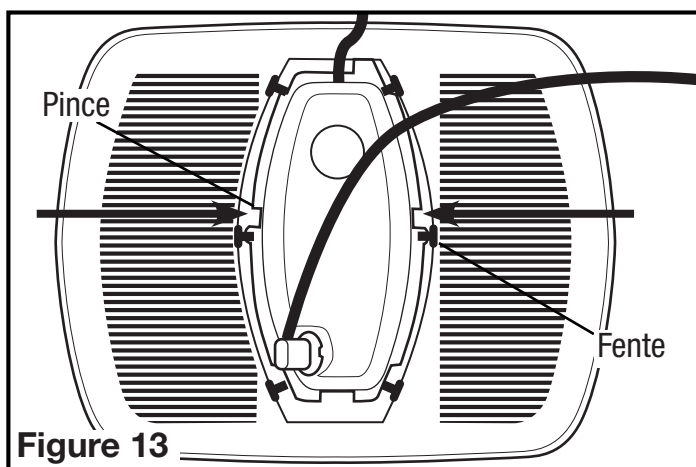

**Figure 11** **REMARQUE** : La configuration du compartiment de fil dépendra du modèle.
3. Connectez le faisceau électrique du ventilateur en connectant l'extrémité de 3 broches de connexion rapide dans le réceptacle situé sur le côté du couvercle du compartiment de fil. Assurez-vous que l'extrémité avec 5 broches de connexion rapide est branchée dans la prise du ventilateur. Connectez le faisceau électrique en branchant l'extrémité avec 3 broches de connexion rapide rectangulaire dans le réceptacle situé dans la partie supérieure du compartiment de fil. Ces fils ne s'adaptent que dans un sens dans les réceptacles (**Figure 11**).